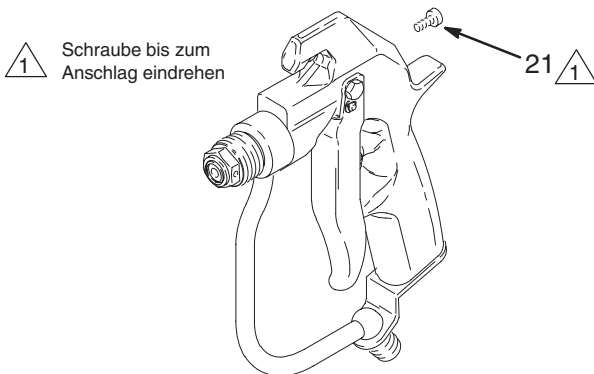

Abb. 21
9. Die Federspannschraube (21) hinten in die Pistole einsetzen. Dann die Schraube bis zum Anschlag eindrehen. Siehe Abb. 21.